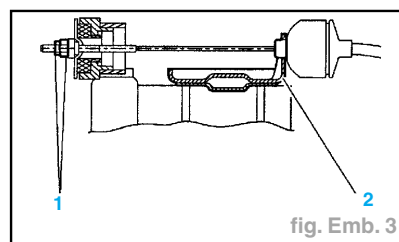

fig. Emb. 3
- Détendre le câble en dévissant les écrous de réglage (1) (fig. Emb. 3).
- Dégager le câble d'embrayage du levier et du support sur boîte de vitesses (2).